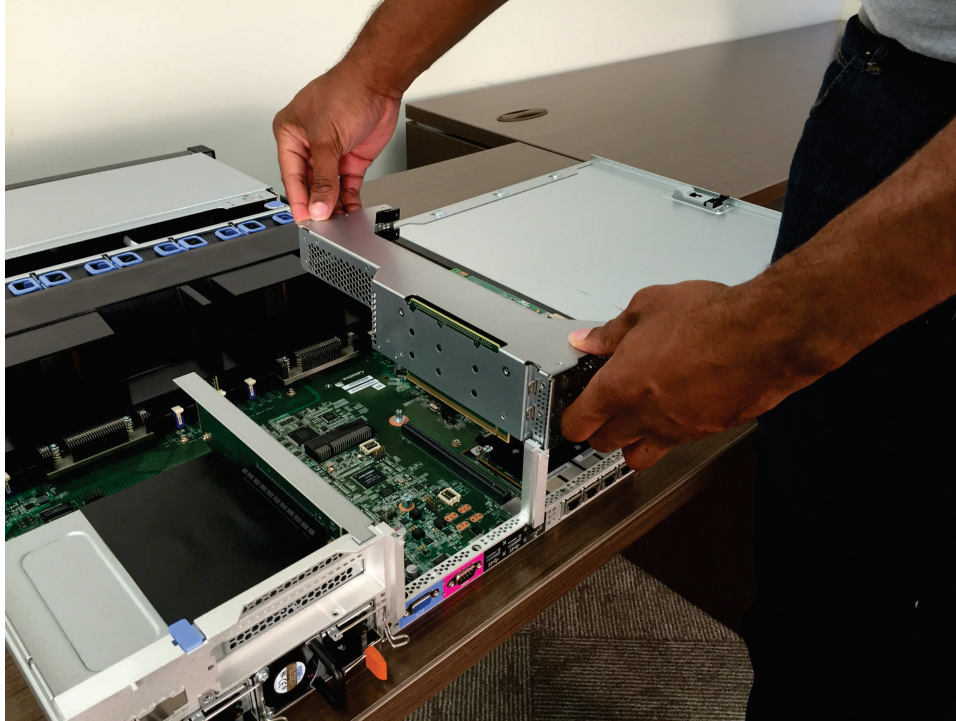

図 242. PCI ライザー・カード・アセンブリー 1 の位置合わせ
2. 316 ページの図 242 に示すように、PCI ライザー・カード・アセンブリーを、システム・ボード上の選択された PCI コネクターに位置合わせします。
4. 316 ページの図 242 および 3 (316 ページ) のステップを繰り返して、必要に応じて、追加の PCI ライザー・アセンブリーを交換します。